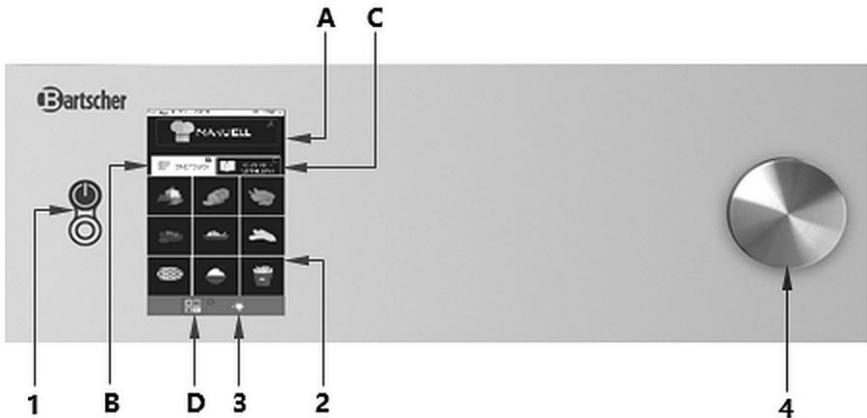

Abb. 7
Das Gerät über die Ein-/Aus-Taste (1, Abb. 7) einschalten.
- Die Innenbeleuchtung wird durch Betätigen der entsprechenden Taste (3, Abb. 7) eingeschaltet und schaltet sich automatisch nach 45 Sekunden wieder aus, wenn diese nicht bereits vorher durch erneutes Betätigen der Taste ausgeschaltet wurde.
1. Schalten Sie das Gerät über die Ein-/Aus-Taste (1, Abb. 7) auf der Bedienblende ein.
Die Bedienblende des Gerätes ist mit einem Drehregler (4, Abb. 7) ausgestattet. Zur Einstellung der gewünschten Parameter den Drehregler drehen, zur Bestätigung der eingestellten Werte diesen drücken.
1. Schalten Sie das Gerät mit der Ein-/Aus-Taste (1, Abb. 7) ein.
1. **Berühren** Sie, um die Parameter des Garvorgangs zu ändern, wie z. B. die Temperatur, das entsprechende Feld und **drehen** Sie den Drehregler (4, Abb. 7), bis die gewünschte Temperatureinstellung erscheint.
2. Zur Bestätigung der Änderung klicken Sie erneut auf den Parameter oder drücken Sie den Drehregler (4, Abb. 7).
Von der Bildschirmseite HOME aus hat man durch Druck auf die Bedienfläche „Manuell“ (A, Abb. 7) Zugang zur Bildschirmseite der Parametereinstellungen des Garvorgangs.